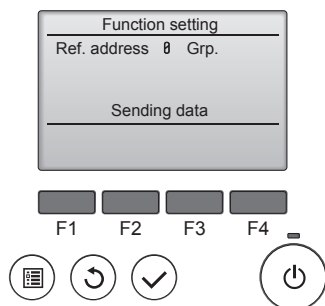

Fig. 6-15
- ⑤ (Fig. 6-15)
- ① Vaya al modo de selección de función